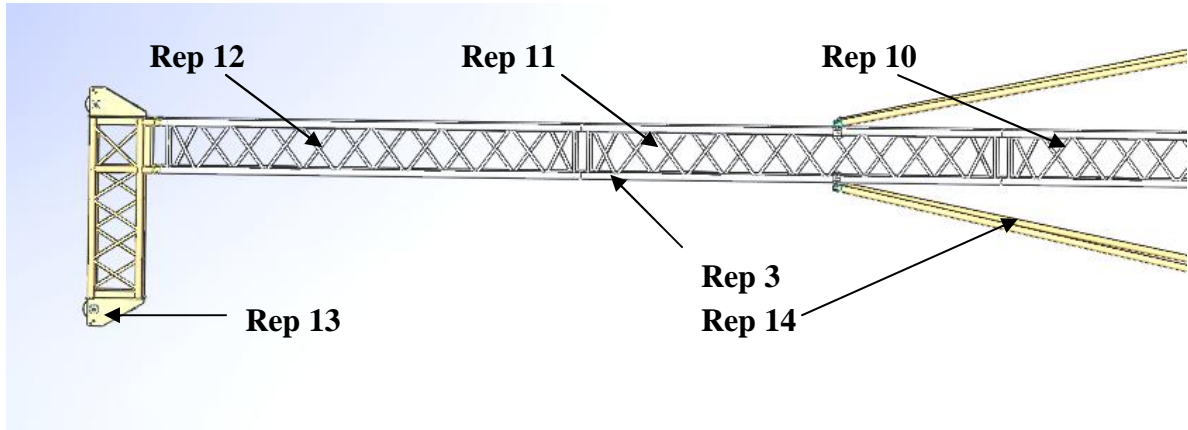
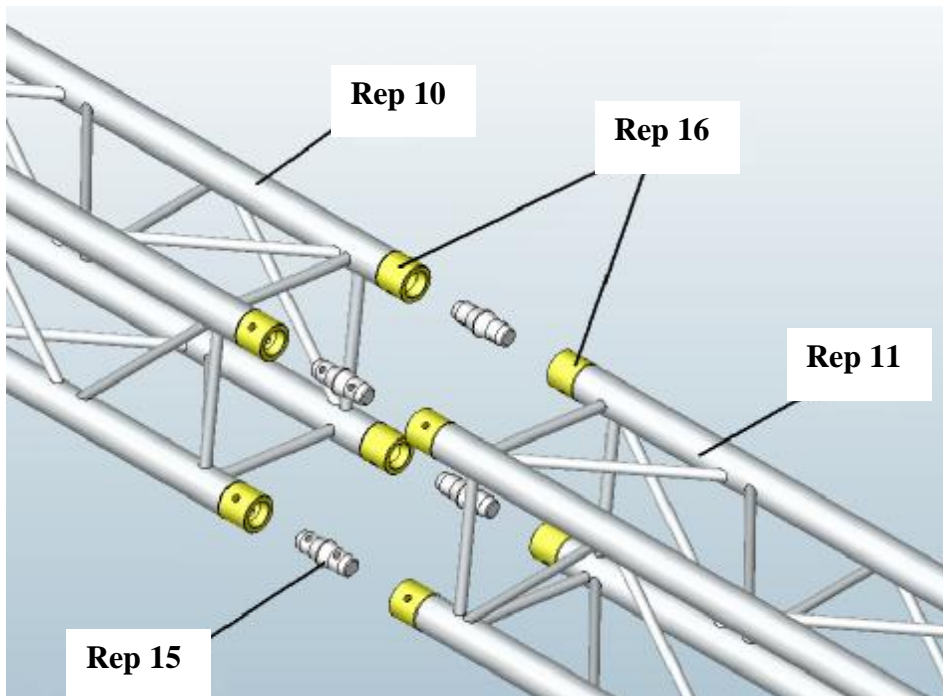

fig.7
fig.8
a) Positionner les mâts 2 (rep 10), 3 (rep 11) et 4 (rep 12) ainsi que la tête de tour (rep 13), horizontalement (fig.7), de manière à pouvoir assembler les manchons mâles et femelles, (fig.8). Placer également les renforts (Rep14) à l'aide des brides de fixation. La tête de tour est positionnée de façon opposée aux lests.
b) Assembler les manchons mâles (rep 15) et femelles (rep 16) à l'aide d'une goupille de sécurité en la plaçant dans le trou prévu à cet effet (fig.8).
a) Placer l'ensemble des mâts sur le chariot élévateur (fig.8), de sorte à pouvoir assembler, dans un premier temps, les charnières (rep 9) du mât 1 (rep 8) et les manchons femelles (rep 17) du mât 2 (rep 10).